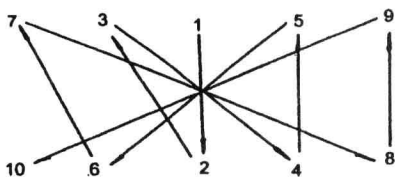

图 2-6 气缸盖螺栓的拧紧顺序
(1) 气缸盖定位销的安装。在将气缸盖装入气缸体之前，应该把气缸盖的 2 个定位销安装到气缸体上。
(2) 气缸衬垫的安装。按气缸衬垫的装配方向将其安装到气缸体上，气缸衬垫的顶面标记“TOP”指向曲轴皮带侧，侧面标记“EX”指向排气侧、“IN”指向进气侧。
(3) 气缸盖安装。把气缸盖放上气缸体，进气孔侧在右边、排气孔侧在左边（相对气缸体的曲轴皮带轮向前、飞轮向后）；旋上气缸盖的 10 个紧固螺栓，按顺序逐渐而均匀地拧紧各螺栓，拧紧力矩为 $53.9 \sim 58.8 \text{ N} \cdot \text{m}$ ，如图 2-6。